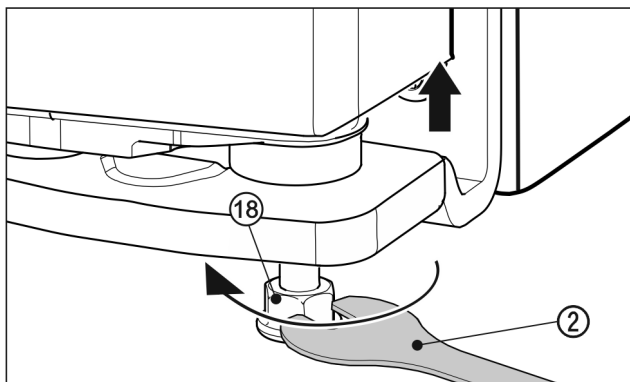

Fig. 26
- ▶ Norėdami pakelti duris, reguliavimo kojelę Fig. 26 (18) pridedamu veržliarakčiu Fig. 26 (2) išsukite pagal laikrodžio rodyklę, kol bus užtikrintas kontaktas su grindimis. Tada sukite toliau, kol bus sureguliuotas durų aukštis. Pristatant atraminis varžtas įsuktas iki galo.